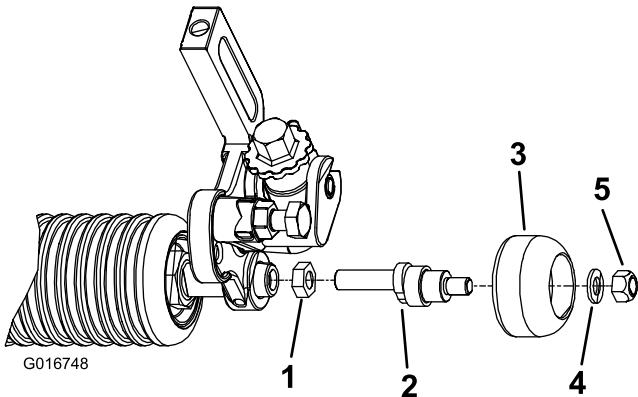

Figura 1
- Enrosque la tuerca autoblocante a fondo en el extremo roscado más largo del eje acodado (Figura 1). El extremo deformable de la tuerca autoblocante debe entrar lo último en la rosca. No apriete.
- Aplique Loctite azul a la rosca del extremo más largo del eje acodado (Figura 1).
- Introduzca el conjunto de rodillo auxiliar en el otro extremo del eje acodado y sujetelo con una arandela y una contratuerca (Figura 1).